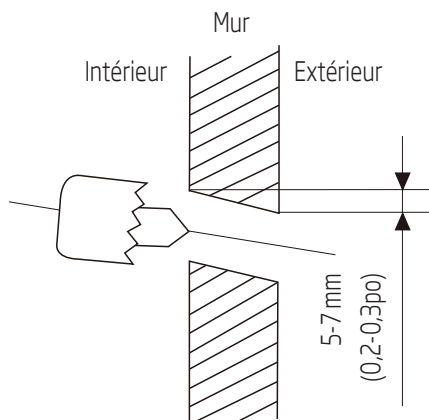

Fig. 5.2
2. Percez un trou dans le mur à l'aide d'une mèche annulaire de 65 mm (2,5 po). Veillez à ce que le trou soit légèrement incliné vers le bas, de manière que l'extrémité extérieure du trou soit inférieure par rapport à l'extrémité intérieure d'environ 5 à 7 mm (0,2 - 0,275 po). Cela assure un bon drainage de l'eau. (Voir Fig. 5.2)